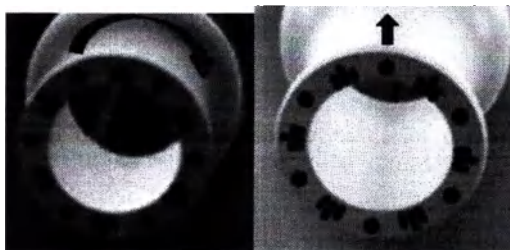

Рисунок 5.5 Поворот лазерного гинекологического зеркала после первого прохода.
- После завершения первого прохода вдоль первого положения поверните спекурум примерно на 30° так, чтобы следующая круглая отметка с левой стороны была направлена вверх, как показано на Рис. 5.5.